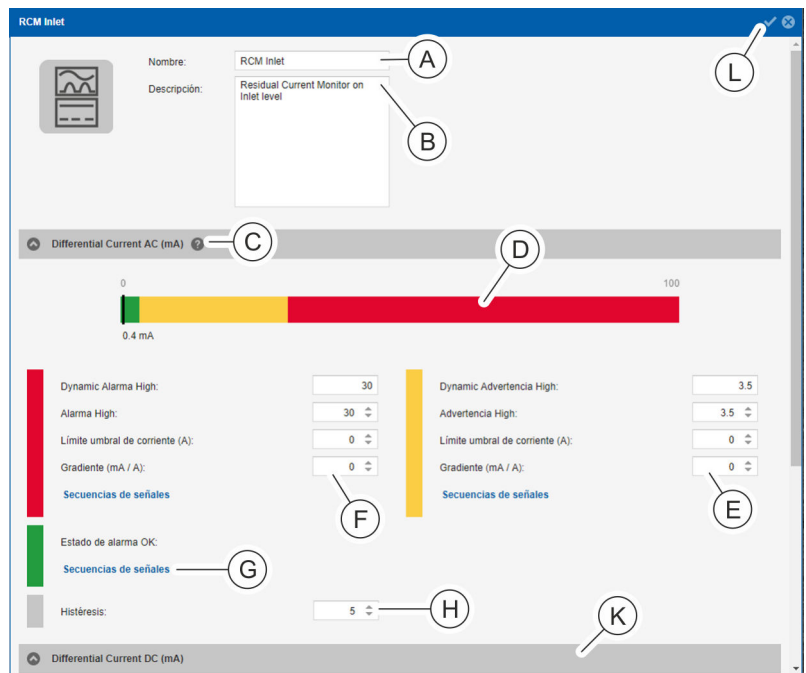

Fig. 128: Vista detallada
4. ➤ En caso necesario, cambie el nombre del medidor de corriente diferencial (Fig. 128/Ⓐ) en la vista detallada y, dado el caso, añada una descripción (Fig. 128/Ⓑ).
5. ▶ En el campo "Differential Current AC (mA)" introduzca un valor para "Alarma High", "Límite umbral de corriente (A)" y "Gradiente (mA / A)" (Fig. 128/Ⓔ).
8. ▶ En el campo "Differential Current AC (mA)" introduzca un valor para "Advertencia High", "Límite umbral de corriente (A)" y "Gradiente (mA / A)" (Fig. 128/Ⓔ) y asigne una secuencia de señales (de forma análoga a los pasos 5 y 6).
9. ▶ En el campo "Differential Current AC (mA)", asigne al parámetro "Estado de alarma OK" (Fig. 128/Ⓢ) una secuencia de señales en caso necesario (de forma análoga al paso 5-7).
10. ▶ En el campo "Differential Current AC (mA)" introduzca un valor para "Histéresis" (en %) (Fig. 128/Ⓣ).
11. ▶ Repita los pasos 5-10 para el campo "Differential Current DC (mA)" (Fig. 128/Ⓚ).
Las opciones "Límite umbral de corriente" y "Gradiente" no se pueden definir para "Differential Current DC (mA)". Los valores umbral para el control de corriente continua aparecen indicados con colores (Fig. 128/Ⓞ).
12. ▶ Confirme la selección con el botón "Guardar" (Fig. 128/Ⓛ).
Los valores de "Dynamic Advertencia High" o "Dynamic Alarma High" se calculan automáticamente. Con el signo de interrogación (Fig. 128/Ⓜ) se puede mostrar una gráfica con una explicación del valor umbral de RCM dinámico (Fig. 18).